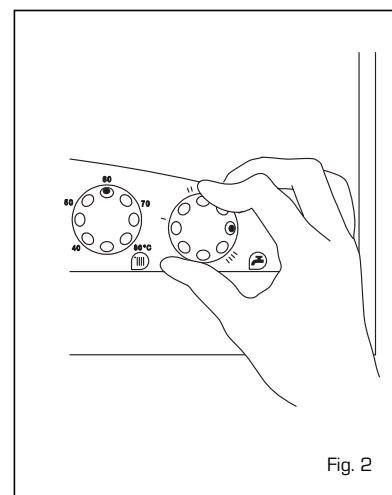

Fig. 2
- La regulación de la temperatura del agua sanitaria se obtiene con la manopla del potenciómetro sanitario (☹) con un campo de regulación de 40 a 60°C (fig. 2).
- La regulación de la temperatura de calefacción se obtiene con la manopla del potenciómetro de calefacción (☹) con un campo de regulación de 40 a 80°C. Para garantizar un funcionamiento siempre óptimo del generador, aconsejamos no bajar por debajo de una temperatura mínima de trabajo de 50°C (fig. 2).